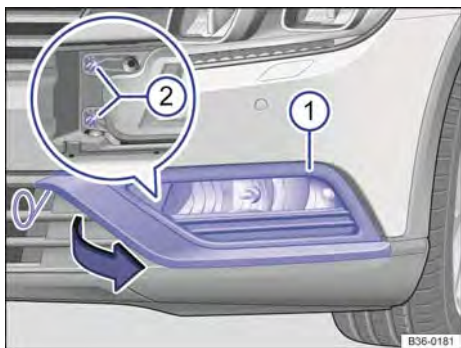

Fig. 277 No para-choque dianteiro à esquerda: lanterna para luz de neblina e farol de rodagem diurna.
2. Introduzir o gancho extrator das ferramentas de bordo → Página 351 no entalhe conforme mostrado e puxar a cobertura → Fig. 277 ⓘ com o gancho extrator para frente no sentido da seta.
3. Remover os parafusos de fixação do farol → Fig. 277 ⓘ com a chave de fenda.
12. Introduzir os parafusos de fixação do farol → Fig. 277 ⓘ.
13. Recolocar a cobertura → Fig. 277 ⓘ novamente no para-choque e travar.